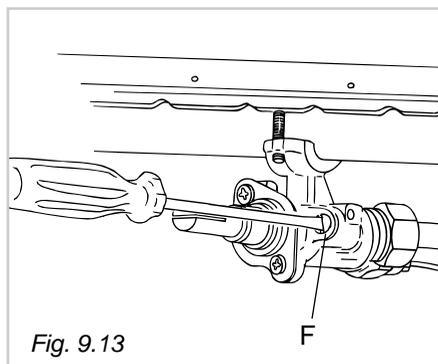

Fig. 9.13
- dopo aver tolto nuovamente la manopola e facendo molta attenzione a non ruotare l'asta del rubinetto, avvitare lentamente la vite by-pass **G** (Fig. 9.13) fino all'ottenimento di una fiamma lunga 3-4 mm.
- con l'aiuto di un piccolo cacciavite agire sulla vite **F** fino ad ottenere una fiamma corretta (Fig. 9.13).